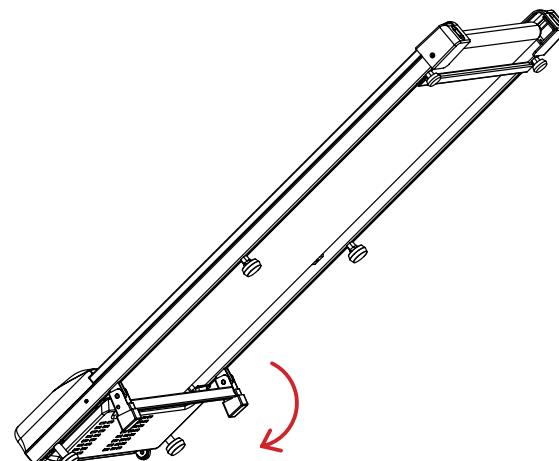

Abbildung 1
**3. Neigungsverstellung:** Heben Sie das Laufband am hinteren Ende an und drücken Sie den Neigungsverstellbügel in Pfeilrichtung (siehe Abbildung 1), um eine höhere Neigung zu erreichen. Drehen Sie anschließend das mittlere Fußpolster nach unten, bis es den Boden berührt, und halten Sie das Gleichgewicht, wie in Abbildung 2 dargestellt.